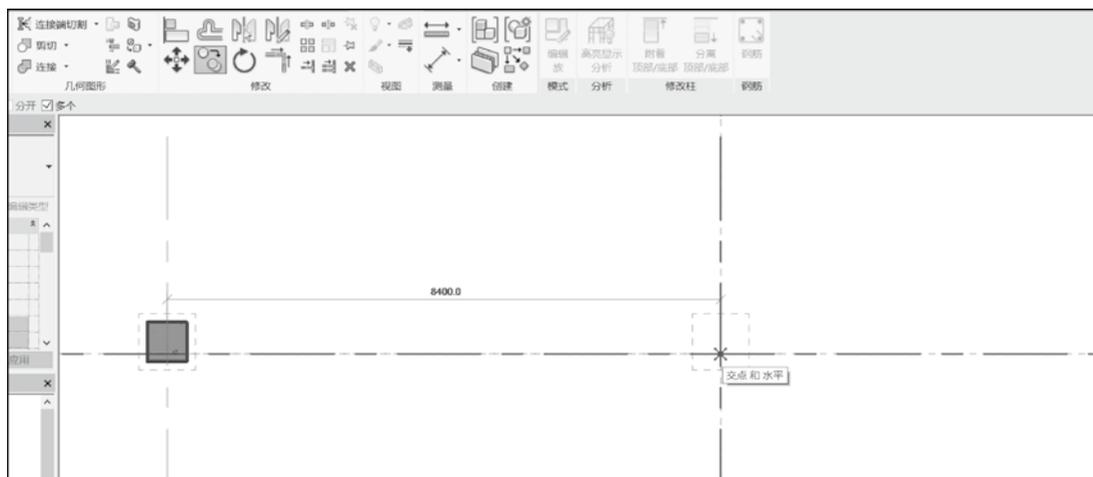

图 3.1.7 复制柱
(7) 选择“修改”，选中该结构柱，使用“复制”工具，将复制“多个”挂钩，将该柱子复制到其他位置，如图 3.1.7 所示。